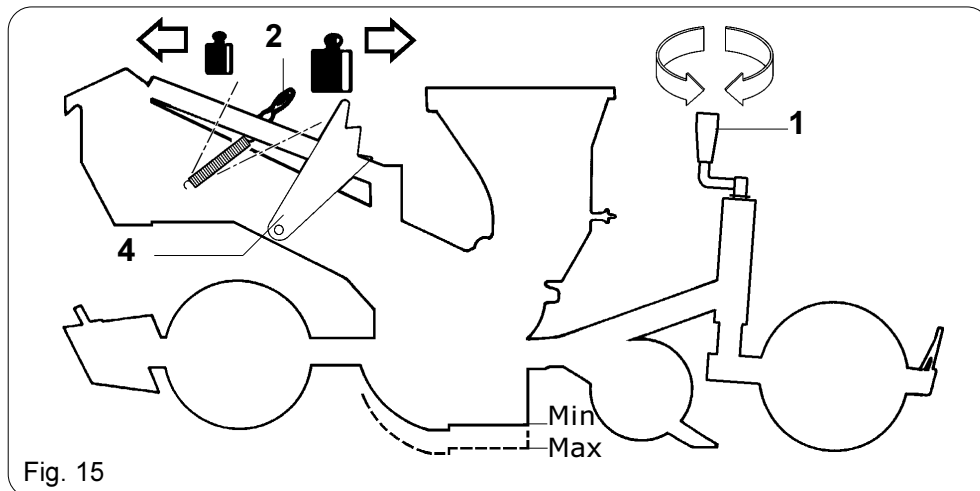
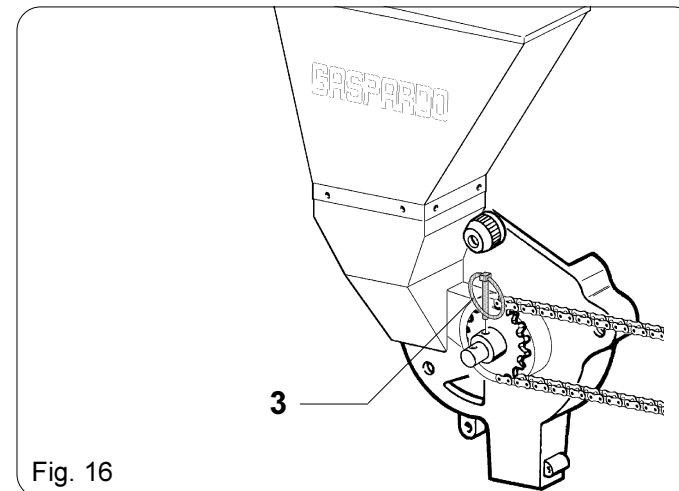

Fig. 15
Fig. 16
Per una buona emergenza dei germogli è importante collocare il seme alla giusta profondità sul letto di semina. Agendo sulla manovella (1 Fig. 15) si varia la posizione in altezza del falcione assolcatore, determinando la profondità del solco sul quale deporre il seme. L'indice graduato serve per regolare tutti gli assolcatori alla stessa profondità.
For the shoots to come up well it is important to place the seed at the right depth on the seeding bed. The handle (1 fig. 15) varies the height of the furrow opener blade, and so determines the depth of the furrow on which to place the seed. The graduated indicator serves to adjust all the furrow openers at the same depth.
Damit die Pflänzchen richtig aus dem Erdreich wachsen, ist es wichtig, die Samen in der richtigen Aussaatbetiefe einzulegen. Durch Betätigung des Griffs (1 Abb. 15) wird die Höhenposition der Säschar geändert, wodurch die Scharentiefe, in die der Samen gelegt werden muss, bestimmt wird. Der Stufenanzeiger dient zur gleichen Tiefeneinstellung aller Säscharen-reisser.
Pour une bonne émergence des pousses il est important de mettre la graine à la profondeur exacte sur le lit de semence. On peut changer la position du hache-paille (1 Figure 15) rayonneur en hauteur par la poignée; on détermine ainsi la profondeur du sillon dans lequel on déposera la graine. L'index gradué sert à régler tous les socs à la même profondeur.
Para una buena germinación de la semilla es importante que se coloque la semilla a la profundidad justa en el lecho de siembra. Actuando sobre el mango (1 Fig. 15), se varía en altura la posición de la hoz surcadora, determinando la profundidad del surco en el que se depositará la semilla. El índice graduado sirve para regular todos los surcadores en la misma profundidad.
L'azione del falcione assolcatore di incidere il terreno, è resa efficace dal carico impresso da detta molla (2 Fig. 15). Diverse situazioni di lavoro inducono a dover regolare la compressione al suolo; variando la posizione della molla in avanti o all'indietro si imprime minore o maggiore capacità di penetrazione (Fig. 15).
The sod-breaking by the furrow opener blade is made efficacious by the load of the said spring (2 Fig. 15). Different working situation need different soil compression adjustment; varying the position of the spring forwards or backwards, greater or lesser penetration pressure is given (fig.15).
Die das Erdreich aufschneidende Aktion der Säschar wird durch die von der Feder gegebene Ladung bewirkt (2 Abb. 15). Unterschiedliche Arbeitsbedingungen führen dazu, den Druck auf den Boden einstellen zu müssen; durch Veränderung der Federposition nach vorne oder nach hinten wird stärkeres oder geringeres Durchdringungs-vermögen eingeprägt (Abb. 15).
L'action du hache-paille rayonneur est efficace grâce à la charge imprimée par le ressort (2 Fig. 15). De différentes situations de travail entraînent le réglage de la compression sur le sol; par le changement de la position du ressort en avant ou en arrière on imprime une capacité de pénétration plus ou moins grande (Figure 15).
La acción de la hoz surcadora para la incisión del terreno se hace eficaz por la carga impresa por el mencionado muelle (2 Fig. 15). Distintas situaciones de trabajo llevan a tener a tener que regular la compresión en el suelo; variando la posición del muelle hacia adelante o hacia atrás, se imprime menor o mayor capacidad de penetración (Fig. 15).
- Sfilare la spina (3 - Fig. 16) dal pignone del distributore semi ed infilarla nel foro esterno dell'albero porta pignone. Sollevare ed agganciare il seminatore con la leva (4 - Fig. 15).
Importante ! Qualora il falcione non assolchi a sufficienza, tendere la molla con la maniglia (2 - Fig.15). L'eccessiva usura del falcione porta ad irregolarità nella distanza tra i semi.
- Unthread the pin (3 - Fig. 16) and put it into the outside hole. Lift the planting unit and hook the lever (4 - Fig. 15).
Important ! If the runner shoe does not furrow sufficiently, tighten the spring with the handle (2 - Fig. 15). Excessive wear of the planter shoe leads to irregularities in the seed spacing.
- In diesem Fall, Splint (3 - Fig. 16) aus dem Antriebsrad herausziehen und im äußeren Loch einschieben. Das Säelement hochheben und Hebel (4 - Fig. 15) anhacken.
Wichtig! Sollte die Säschar nicht tief genug durchführen, Feder (2 Bild. 15) stramm ziehen, da durch bekommt das Säelement eine bessere Bodenhaftung. Eine starke Abnutzung des Sars führt zu Unregelmäßigkeiten bei der Saatkornablage.
- Enlevez la goupille (3 - Fig. 16) et mettez la dans le trou extérieur. Soulevez l'élément semeur et accrochez le levier (4 - Fig. 15),
Important ! Si le soc ne marche pas assez profondément, on peut tendre le ressort spiral (2 - Fig. 15) . Une usure excessive du soc entraîne une répartition irrégulière des graines sur la ligne de semis.
- Sacar la clavija (3 - Fig. 16) del piñon del distribuidor de las semillas e introducirla en el agujero externo del pequeño eje relativo. Lavantar y enganchar la sembradora por medio de la palanca (4 - Fig. 15).
Importante ! Si la reja no penetra lo suficientemente, tensar el muelle mediante la manilla (2 - Fig. 15). El excesivo desgaste de la reja provoca irregularidades en la distancia entre las semillas.